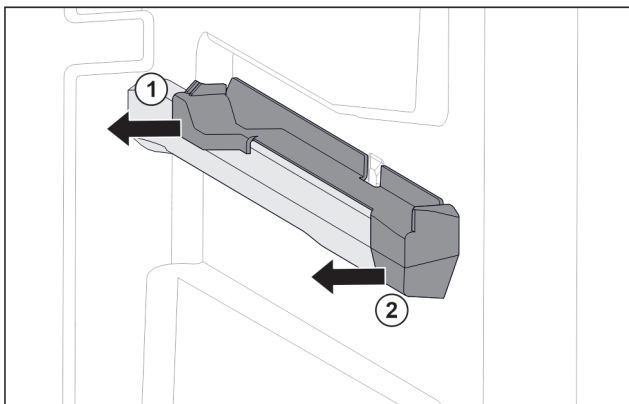

Fig. 107 Instekelement op rechter containerrib
- ▶ Instekelement achter naar de zijkant toe eraf trekken. Fig. 107 (1)
- ▶ Instekelement voor naar de zijkant toe eraf trekken. Fig. 107 (2)